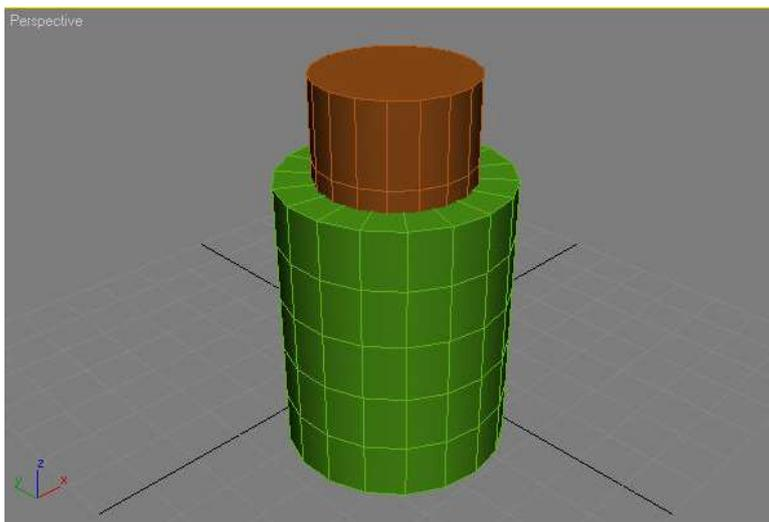

Рис. 9 – Выравнивание примитива Tube (Трубка) относительно объекта Cylinder (Цилиндр)
- Выровняйте объект Tube (Трубка) относительно объекта Cylinder (Цилиндр) так, как показано на рис. 9.